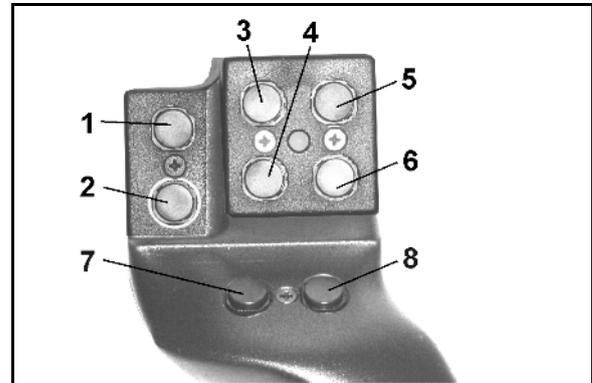
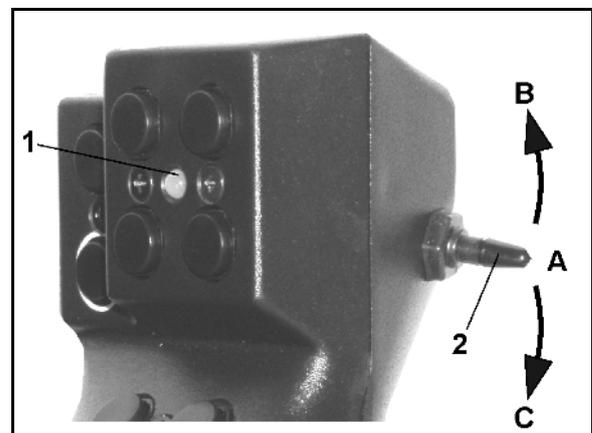

図 42
図 43
マルチファンクションハンドル (図 42) には、AMATRON 3 操作用に8 (1~8) 個のボタンが付いています。ボタンの割り当ては、スイッチ (図 43/2) を使って3段階に切り替え可能です。
-  中央位置 (図 43/A) 。
-  上 (図 43/B) または
-  下 (図 43/C) へ。
スイッチの位置はLED (図 43/1) で表示されます。